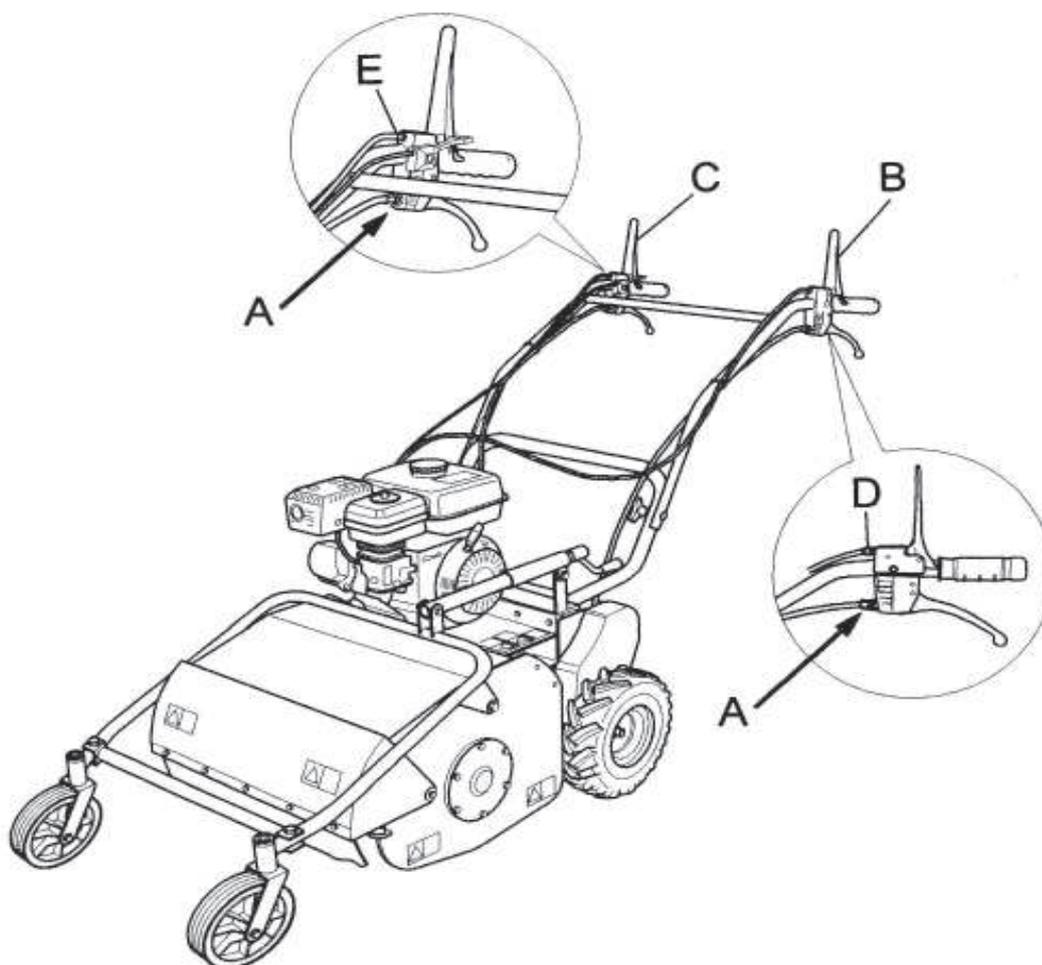
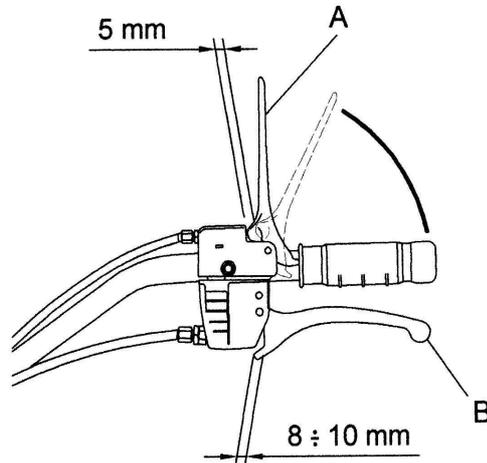

Figure 4
Figure 5
B1) CÂBLES DE DÉBLOCAGE ROUES DROITE ET GAUCHE (Fig. 4 ref.A et Fig.5 ref B)
Pour permettre le fonctionnement correct de la machine, le levier de commande déblocage roues droite et gauche doit présenter un jeu de 8/10mm(Fig. 5, réf.B). Dans le cas contraire, il est nécessaire d'intervenir sur la vis de réglage prévue à cet effet (Fig.4, réf. A), en la vissant ou en la dévissant.
B2) CÂBLE DE COMMANDE ROTOR PORTE LAMES (Fig. 4 ref. B)
Pour permettre le fonctionnement correct de la machine, le levier de commande rotor porte lames doit présenter un jeu de 5/6mm(Fig. 5, réf.A). Dans le cas contraire, il est nécessaire d'intervenir sur la vis de réglage prévue à cet effet (Fig.4, réf. D), en la vissant ou en la dévissant.
Il est aussi possible d'effectuer cette vérification au moyen du levier de commande du rotor porte lames. En effet, si une certaine résistance est constatée immédiatement dès qu'il est abaissé et si cette résistance est constante jusqu'à la fin de sa course, cela signifie que le câble du frein est privé du jeu nécessaire à son fonctionnement. La figure 5, réf A indique la situation de fonctionnement optimale. Par conséquent, le levier, durant la première partie de son parcours sur environ 5 mm (levier en pointillés), présente une résistance inférieure par rapport à la seconde partie (ligne continue).
B3) CÂBLE DE COMMANDE AVANCE MACHINE (Fig. 4, ref.C)
Pour permettre le fonctionnement correct de la machine, le levier de commande avance machine doit présenter un jeu de 5/6mm(Fig. 5, réf.A). Dans le cas contraire, il est nécessaire d'intervenir sur la vis de réglage prévue à cet effet (Fig.4, réf. E), en la vissant ou en la dévissant.
- Ensuite, répéter le même contrôle mais en maintenant le levier de déblocage roues levé (fig. 5, réf. B). A ce point la poulie doit pouvoir tourner librement.
Les deux freins sont correctement réglés lorsque les leviers de commande rotor porte-lames (fig. 4, réf.B) et d'avance machine (fig. 4, réf.C) présentent les 5 mm de jeu indiqués au paragraphe « REGLAGE CABLES DE COMMANDE ». Cependant, au cas où les freins ne n'accompliraient pas leur fonction de securite alors que le réglage leviers et correct, il est necessaire de verifier l'usure du ferodo et, eventuellement de proceder au remplacement des freins.